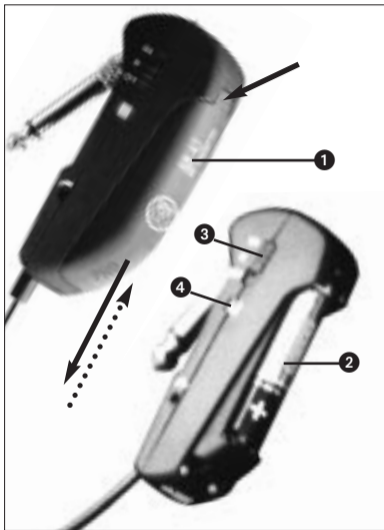

Fig. 2: Come inserire la batteria
3.1 Inserire/sostituire e testare la batteria (vedi fig. 2)
nello scomparto batteria come indicato nella fig. 2.